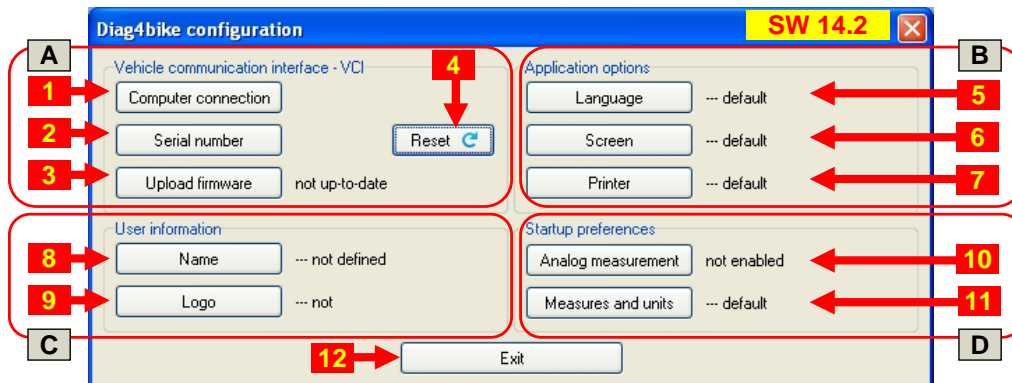
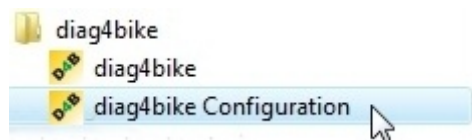
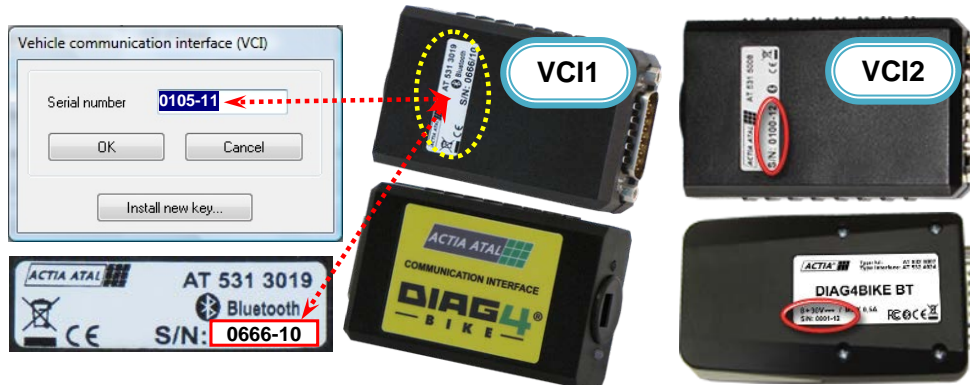
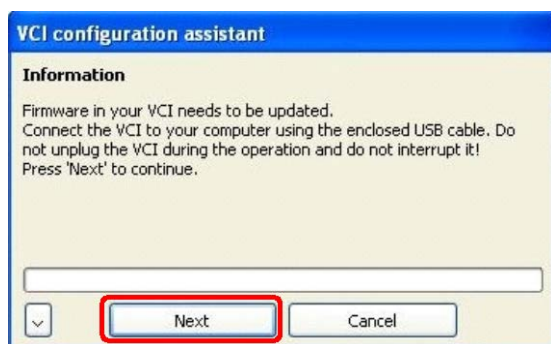

Рис. 13 – Экран конфигурации программы **DIAG4BIKE** (перед применением конфигурационной утилиты „VCI configuration assistant“)
Рис. 15 – Программная группа **DIAG4BIKE**(Старт \ Программы \ DIAG4BIKE ...) для загрузки конфигурационной утилиты
Рис. 21 – Диалоговое окно для введения серийного номера коммуникационный интерфейс и его расположение на этикетке; VCI (1 - AT531 5075, 2 - AT532 5007)
Рис. 22 – Информационное окно с требованием о проведении актуализации прошивки
Запустить программу конфигурации (см. Рис. 15). После щелчка на кнопку поз. 2, Рис. 13, а после этого на кнопку поз. 1, Рис. 12 будет изображено классическое меню системы Windows для поиска ранее сохраненного файла (напр. рабочий стол монитора, Flash Disk и т.д.) после обозначения соответствующего файла (см. Рис. 11) и его подтверждения все автоматически установится.
Основной экран, для настройки основных параметров изображен на Рис. 13.
Описание кнопок (Рис. 13):
- b) В случае, если „**VCI configuration assistant**“ обнаружит какие-либо затруднения с конфигурацией, напр. несоответствие заводскому номеру или устаревшая версия прошивки и т.д. В таком случае рекомендуется кликнуть на кнопку „**Reset**“ (поз. 4 Рис. 13) и все автоматически будет актуализировано.
Ассистент изменяет только позиции в секции А, Рис. 13., остальные остаются без изменений. Продолжать ст. 5.2.4.
Собственно программа конфигурации запустится щелчком на иконе „**diag4bike Configuration**“ – см. Рис. 15.
В случае требования новой конфигурации, напр. после замены VCI, проверки актуальности прошивки и т.п. воспользуйтесь кнопкой „Reset“ (поз. 4, Рис. 13), которая обеспечит поиск изменений в конфигурации VCI и автоматическое дополнение всех необходимых данных.
После щелчка по кнопке (прим. 1, Рис. 13) изображается новое меню, где настраивается канал связи для коммуникации **DIAG4BIKE** с компьютером.
После щелчка по кнопке (прим. 2, Рис. 13) изображается новое окно, куда вводится серийный номер коммуникационного интерфейса (см. Рис. 21), напр.: **0666-10**.
- Он должен совпадать с этикеткой, физически наклеенной на интерфейсе (см. Рис. 21) и с „выделенным“ номером на USB-ДИСК, который вкладывается при выжигании на USB-ДИСК в зависимости от оплаченной лицензии (производит отдел торговли).
Если необходимо актуализировать управляющее программное обеспечение, так называемую прошивку (информация, полученная от производителя), кликнуть на кнопку „**Upload firmware**“ (поз. 3, Рис. 13) и после этого необходимо следовать указаниям проводника на дисплее.
В этом случае „**VCI configuration assistant**“ не ищет так называемые COM-порты (коммуникационные каналы), а переходит прямо в актуализацию прошивки, где выявляет необходимые данные. Их результат потом будет изображен в информационном окне (см. Рис. 22). В этом случае прошивку рекомендуется актуализировать. После клика на кнопку „**Next**“ запустится собственно актуализация прошивки (см. Рис. 23). Результат потом будет изображен также в информационном окне (см. Рис. 24).
Другой возможностью актуализации является применение кнопки „Reset“ (поз. 4, Рис. 13), которая проверит настройку параметров для коммуникационного интерфейса, включая так называемые СОМ-порты (коммуникационные каналы) – см. ст. 5.2.4.5. Далее сравниваются актуальные версии прошивки в коммуникационном интерфейсе и в новой версии программы. В зависимости от этого будет определено, будет актуализироваться прошивка или нет (см. Рис. 22). В этом случае прошивку рекомендуется актуализировать. После клика на кнопку „Next“ запустится собственно актуализация прошивки (см. Рис. 23). Результат потом будет изображен также в информационном окне (см. Рис. 24).
После щелчка по кнопке (прим. 5, Рис. 13) изображается диалоговое окно для выбора языка.
После щелчка по кнопке (прим. 6, Рис. 13) изображается диалоговое окно для выбора разрешения экрана.
После клика на кнопке (поз. 7, Рис. 13) будет изображено диалоговое окно для введения принтера, ан котором печатаются все сообщения, графики и т.д. (независимо от настроек windows).